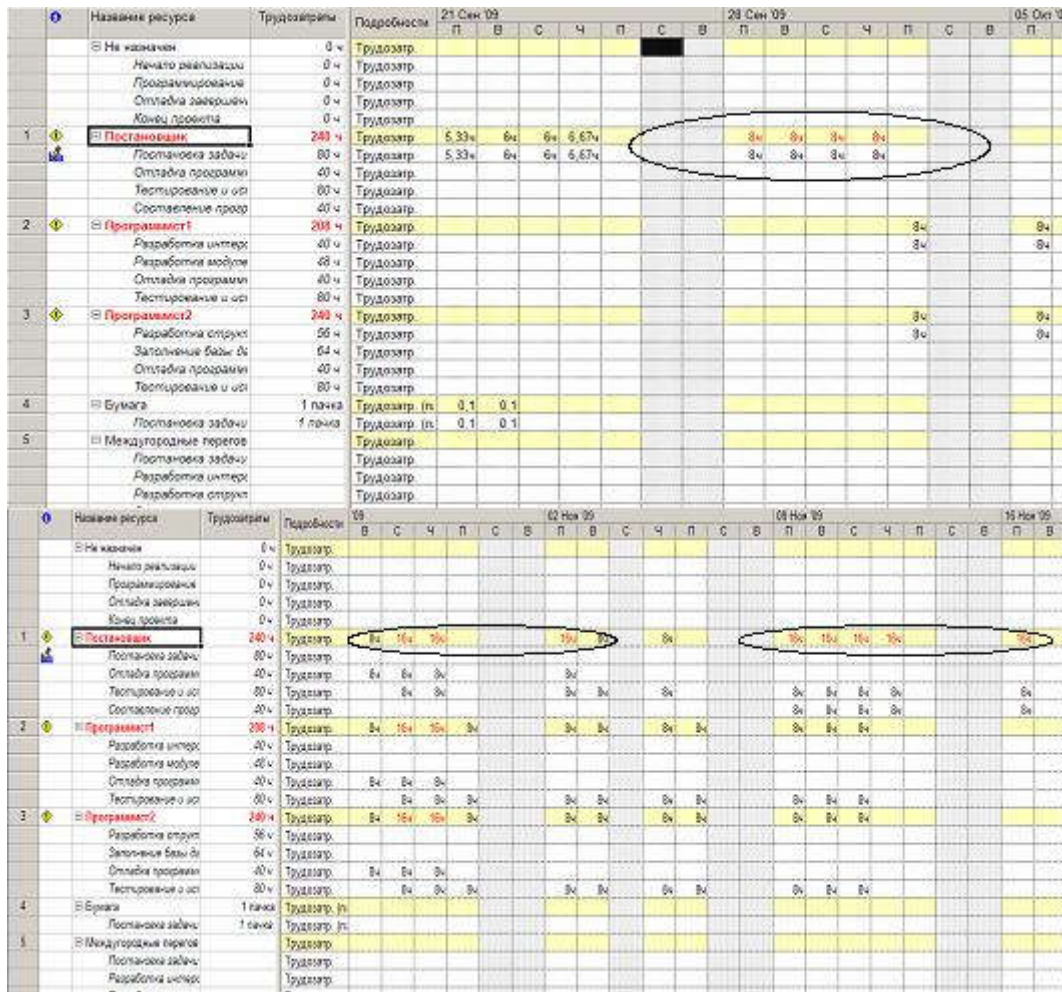

Рис. 7.16. Периоды перегрузки постановщика
3. Найти в этой строке дни, когда суммарная загрузка изображена красным цветом. В эти дни постановщик перегружен. Всего имеется три периода перегрузки, изображенных на рис.7.16.
Отметим, что перегрузка *Постановщика* при выполнении задач *Отладка программного комплекса* и *Тестирование и исправление ошибок* вызвана некоторыми особенностями проекта. Эти задачи являются последовательными и, по идее, не должны выполняться параллельно. Однако, из рис.7.16 мы видим, что система запланировала их параллельное выполнение 7 и 8 ноября всеми работниками (*Постановщик*, *Программист1* и *Программист2*). Такой результат планирования объясняется тем, что задача *Тестирование и исправление ошибок* имеет жесткое ограничение: *Окончание не позднее 16.11.09*. Поэтому она запланирована так, чтобы окончание приходилось на эту дату, в результате чего и возникает пересечение двух задач.